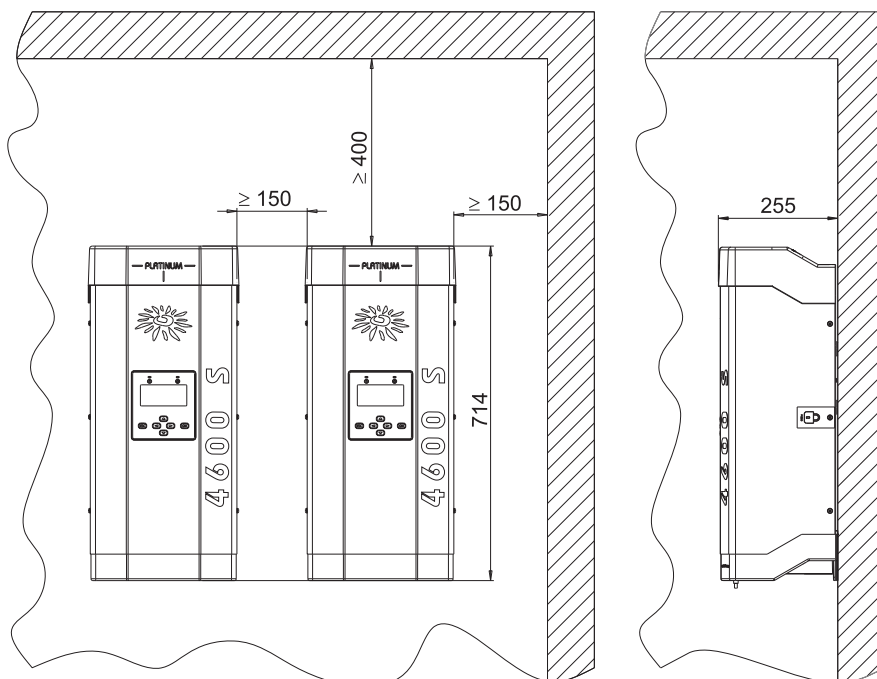

Abb. 2 Abstände bei der Montage der Wechselrichter
- ➔ Prüfen, ob Mindestabstände vorhanden sind (siehe Abb. 2).